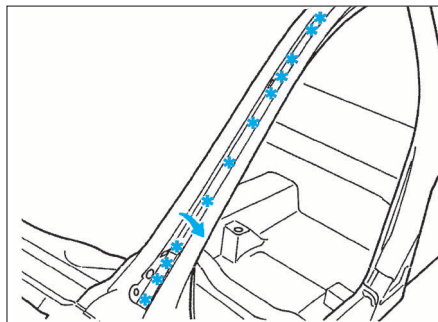

FIG. 40
- Fraiser les points de soudure électrique et déposer le support de joint (Fig.40).